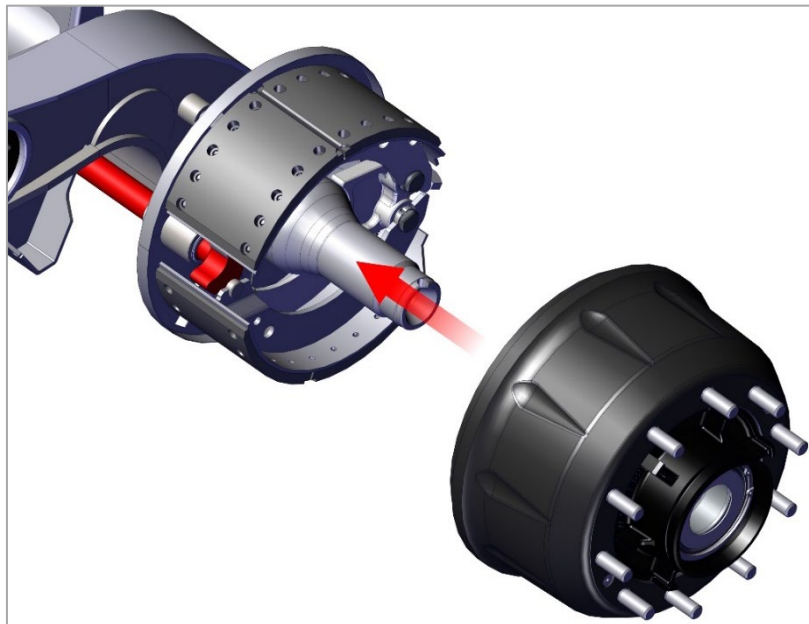

Рис. 18. Монтаж тормозного барабана.
1) Если ступица и барабан были сняты с оси, то выполняйте монтаж компонентов в порядке, обратном порядку снятия (рис. 18).